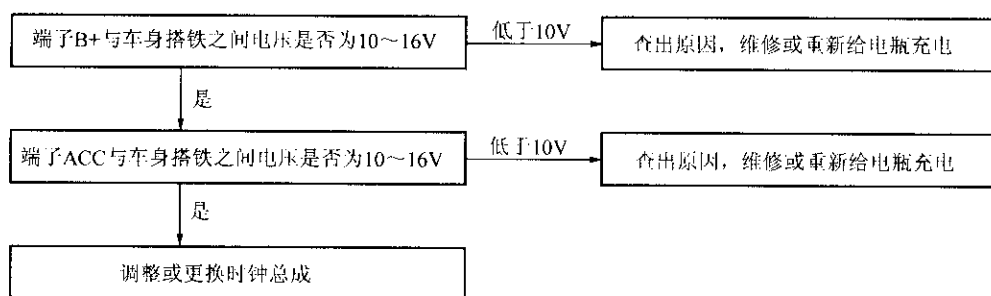

图 9-195 时钟（带副燃油表）慢或快故障排除流程图
①检查电瓶电压是否为 10~16 V。如电压不符合规定，更换电瓶。
②检查时钟偏差。容许偏差（每天）： $\pm 1.5$  秒。如偏差超出容许偏差，更换时钟总成。
③检查时钟调节按钮是否因卡在某处而不能回位。
④按图 9-195 对时钟进行故障排除。